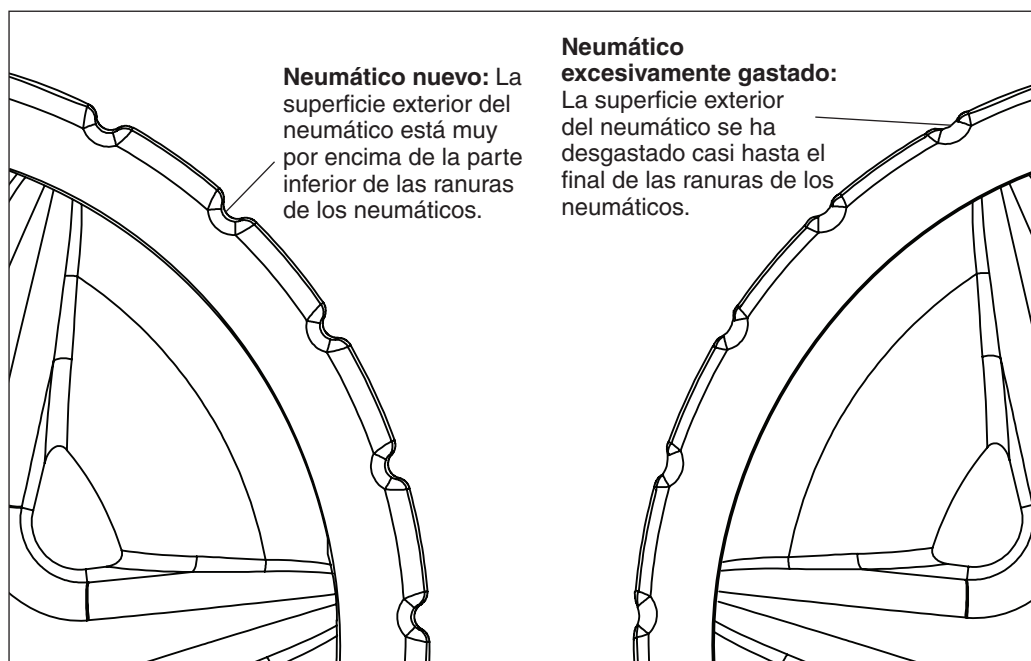

Figura 18: Comparación de desgaste del neumático
- Los neumáticos no estén excesivamente gastados. Véase la **Figura 18** en la página siguiente.
Tras un uso prolongado, es posible que deba reemplazar los neumáticos de goma del limpiafondos de succión lateral de piscina Rebel™. Cuando la superficie del neumático se ha desgastado hacia las ranuras del neumático, se debe reemplazar el neumático. Véase la **Figura 18**.